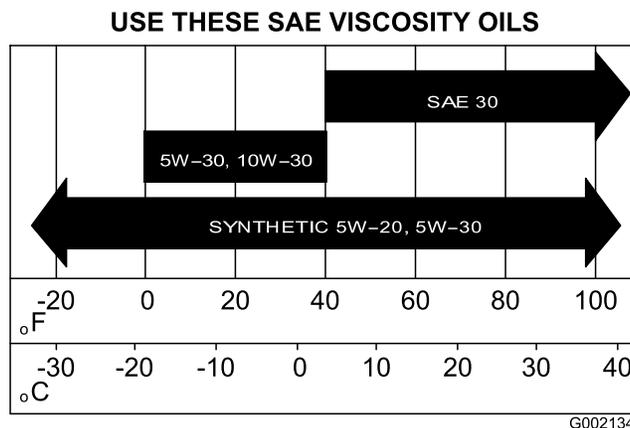

Figura 42
5. Encha o cárter com o óleo especificado; consulte a Figura 42 em Mudar o óleo \(modelos 07273 e 07273TC\) (página 35).